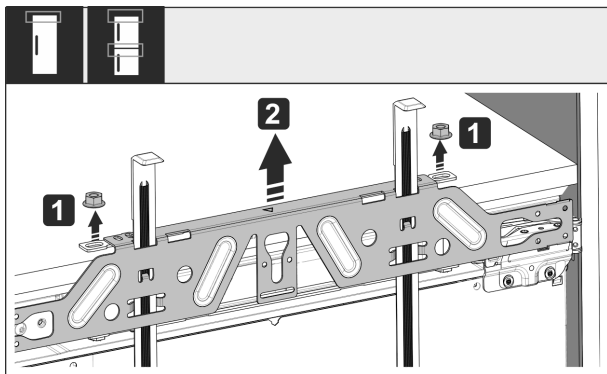

Fig. 54
- ▶ Odkręcić nakrętki zabezpieczające Fig. 54 (1).
- ▶ Zdjąć poziomą listwę mocującą Fig. 54 (2).